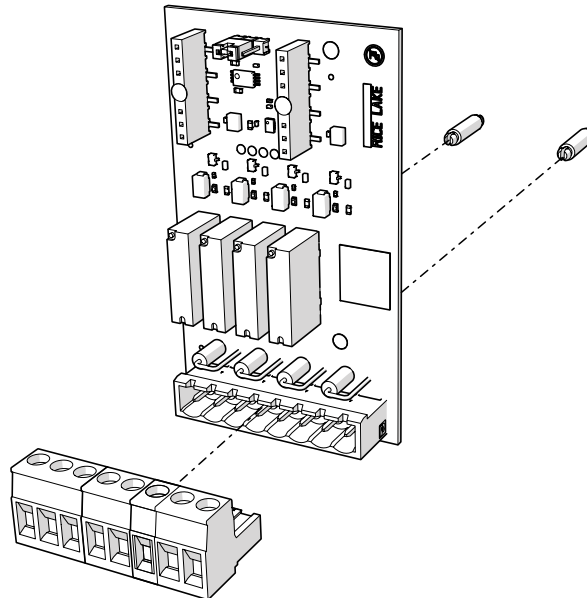

Figura 1. Juego de tarjeta opcional de relé
La Figura 1 y la Tabla 1 muestran las piezas incluidas en el juego de tarjeta opcional de relé:
2. Abra la carcasa como se indica en el manual técnico del indicador (n.º de ref. 204533).
3. Conecte los dos separadores a la placa de tarjeta opcional como se ilustra en la Figura 1 en la página 1.